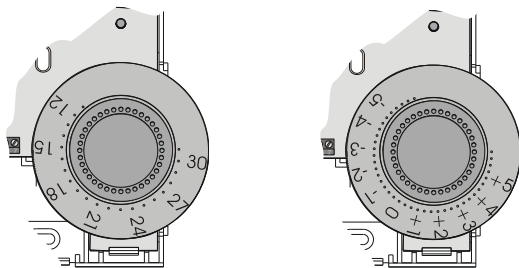

Fig. 3. Position de la molette de réglage du point de consigne
6. CLCM2T,4T,5T,6T seulement: assurez-vous que la graduation 30 (température absolue) ou + 5 (température relative) de la molette se trouve du côté droit du combiné (voir Fig. 3).